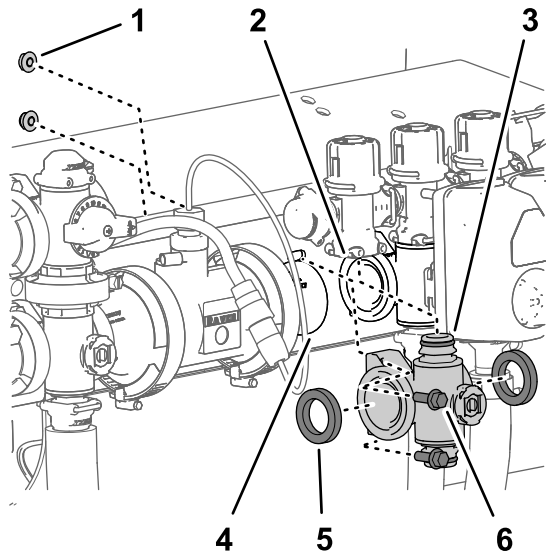
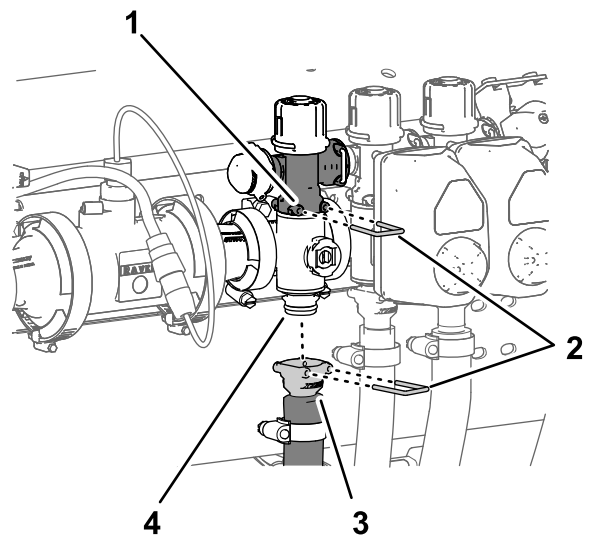

図 127
図 128
1. ステップ 個別boomマニホールドバルブの取り外し (ページ 78) で外したガスケット2枚を、boomバルブマニホールドのフランジに合わせる 図 127。
2. boomバルブマニホールドを、もう1つのboomバルブまたはカップリングアダプタの各フランジの間に入れる 図 127。
3. boomバルブマニホールドのクイックコネクトフィッティングを、boomバイパスバルブのクイックディスプレイコネクトソケットに組み付けて、クイックコネクトピンで固定する 図 127と図 128。
5. 左右のboomバルブマニホールドを、バルブサポートに組み付ける 図 127 個別boomマニホールドバルブの取り外し (ページ 78) で取り外したフランジヘッドボルト $\frac{1}{4}$ " x $\frac{3}{4}$ "2本とフランジロックナット $\frac{1}{4}$ "2個を使用する。
する 図 128。